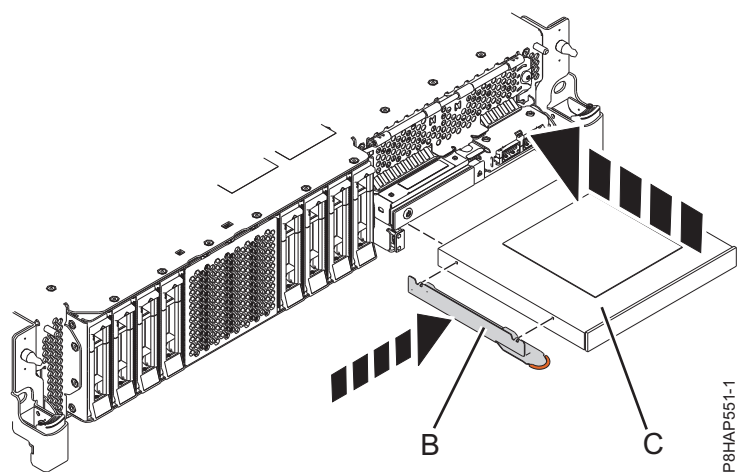
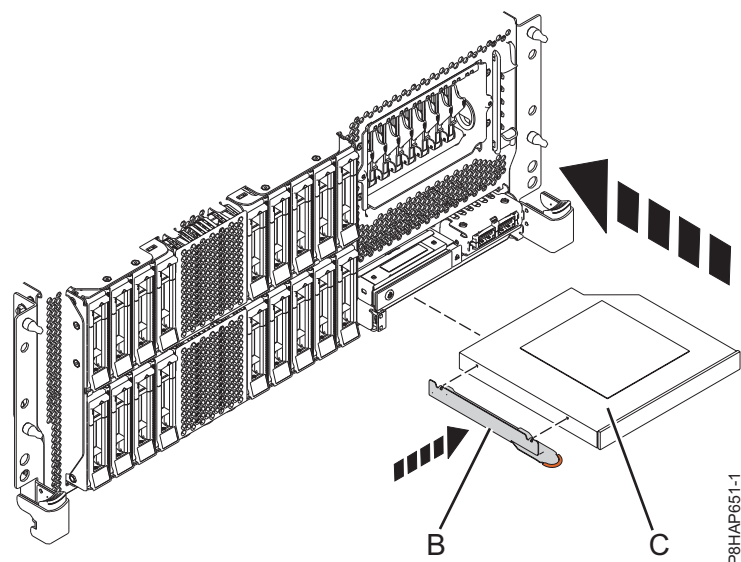
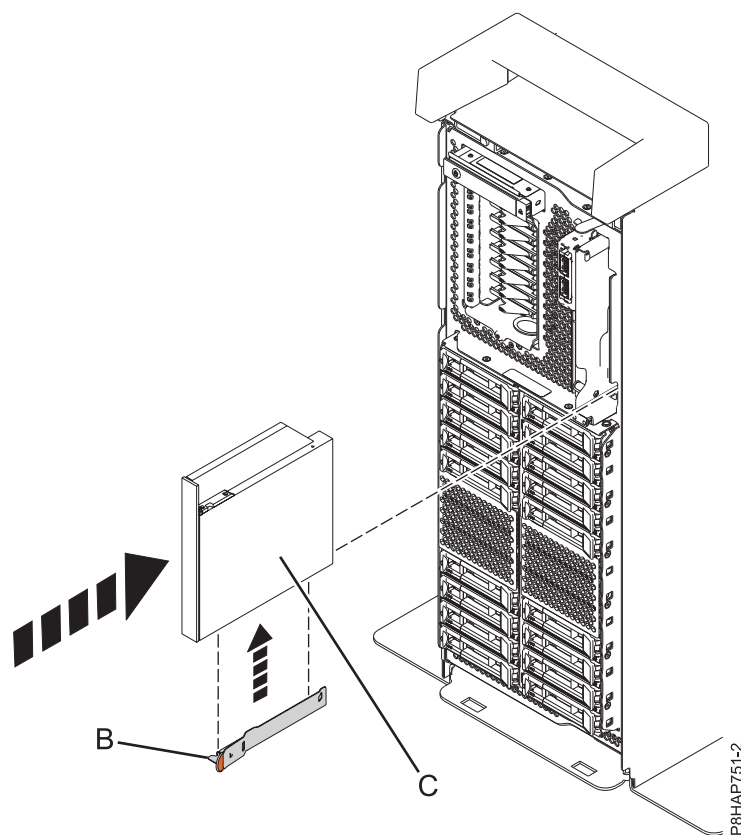

図 20. 5148-21L、5148-22L、 8247-21L、8247-22L、8284-21A、または 8284-22A システムへのスリムライン・メディア・デバイスの取り付け
図 21. ラック・マウント型 8247-42L、8286-41A、または 8286-42A システムへのスリムライン・メディア・デバイスの取り付け
図 22. スタンドアロン型システムへのスリムライン・メディア・デバイスの取り付け
4. 5148-21L、5148-22L、8247-21L、8247-22L、8284-21A、または 8284-22A システムについては 28 ページの図 20 を、ラック・マウント型 8247-42L、8286-41A、または 8286-42A システムについては 29 ページの図 21 を、また、スタンドアロン型 8286-41A システムについては 29 ページの図 22 を参照してください。
5. スリムライン・メディア・デバイス (C) とスリムライン・メディア・ベイを位置合わせし、デバイスの底面を支えながら、スライドさせて半分だけシステム装置に挿入します。
5148-21L、5148-22L、 8247-21L、8247-22L、8284-21A、または 8284-22A システムについては 図 20 を、ラック・マウント型 8247-42L、8286-41A、または 8286-42A システムについては 29 ページの図 21 を、また、スタンドアロン型 8286-41A システムについては 29 ページの図 22 を参照してください。